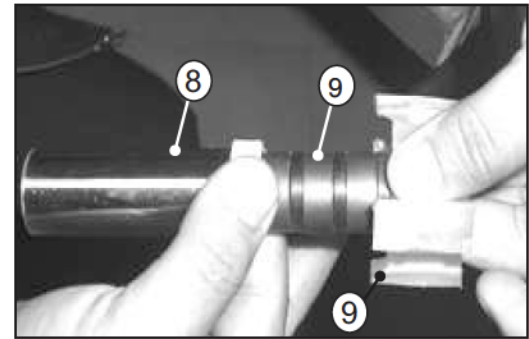

Рис. 5.17d
ВАЖНО: Не разбирайте магниты (9), так как они установлены в последовательности полярности, которая не должна быть нарушена. (рис. 5.17d).